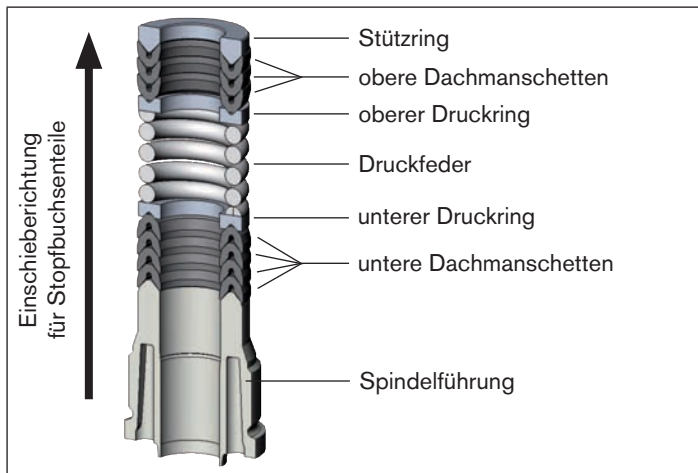

Bild 24: Dichtungssatz für Stopfbuchse
- Die Einzelteile in vorgegebener Richtung und Reihenfolge auf die Spindel stecken (wie im „Bild 24: Dichtungssatz für Stopfbuchse“ dargestellt).